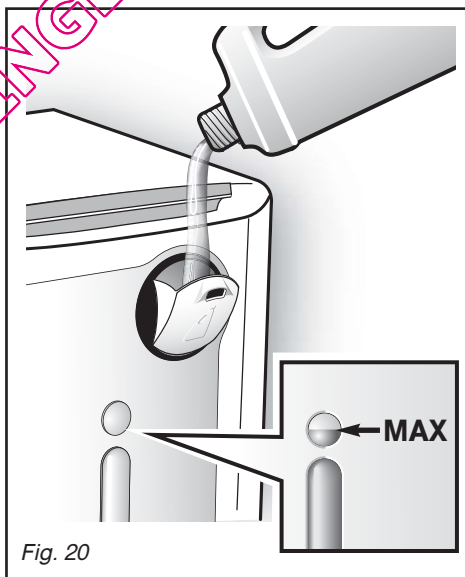

Fig. 20
– Versez la lessive par cette ouverture (Fig. 20).
Si vous voulez remplir entièrement votre réservoir, prenez garde de ne pas dépasser le niveau maxi (Fig. 20).